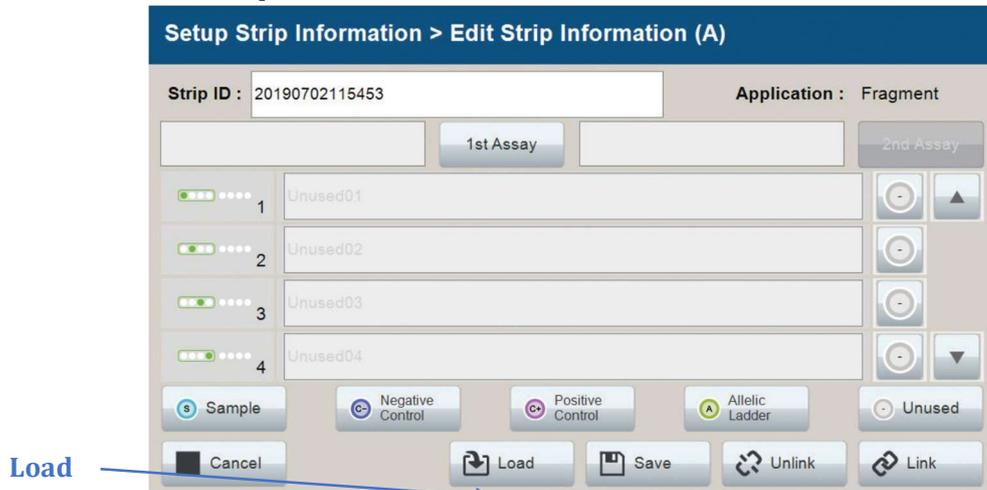
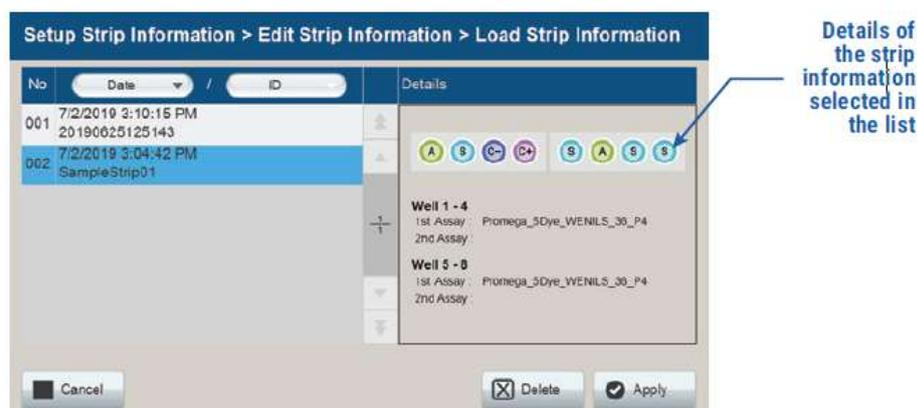

図 73 Edit Strip Information 画面 : 保存済の Strip ID の読み込み
図 74 Load Strip Information 画面
Spectrum Compact のソフトウェアでは、Edit Strip Information 画面 (図 73) で、あらかじめ保存しておいた個々のストリップ情報を再利用して、特定のレーン (A,B,C,D) に割り当てることができます (セクション 5.3.1 のステップ 8 を参照)。
1. Setup Strip Information 画面 (図 59) で希望するレーン (A,B,C,D) を選択したら、Edit Strip Information 画面 (図 73) の下にある **Load** を選択し、Load Strip Information 画面を開きます。(図 74)
- c. Load Strip Information 画面 (図 74) から、不要なストリップを削除することもできます。ウィンドウ左側にあるリストから削除するストリップを選び、**Delete** を選択します。“Are you sure you want to delete the strip?” という警告ウィンドウが表示されます。**Yes** を選ぶとストリップが削除され、Load Strip Information 画面に戻ります。**No** を選ぶと警告ウィンドウが閉じ、ストリップを削除せず Load Strip Information 画面に戻ります。